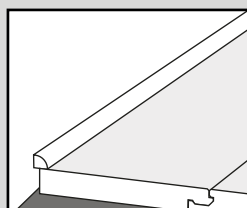

Fig. 7
9. Sobald der Bodenbelag verlegt ist, können die Abstandsklötze entfernt werden; kehren Sie den Boden mit einem weichen Besen. Bringen Sie die (bei Ihrem lokalen Händler erhältlichen) Sockelleisten oder geeignete Randstreifen an, um die Dehnungsfugen zu verdecken. Diese sollten an der Wand und nicht am Boden befestigt werden, sodass sich das Produkt ungehindert ausdehnen kann (Abb. 7 und 8).“